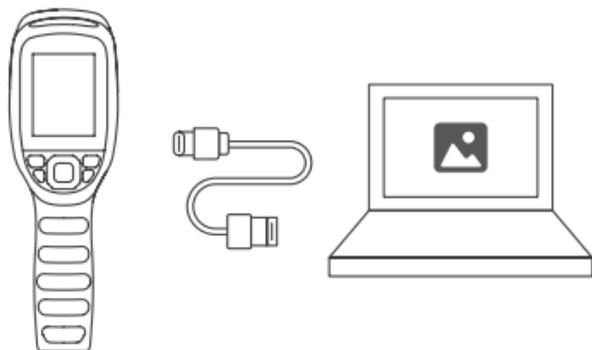

図 4.1.1
2. 提供した USB ケーブルで TC004 をコンピュータに接続します (図 4.1.1 を参照)。